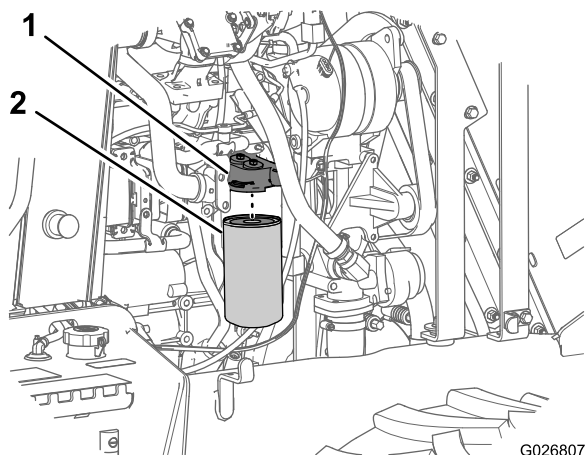

Figura 66
2. Collocate una piccola bacinella di spurgo sotto il filtro dell'olio (Figura 66).
3. Ruotate il filtro dell'olio a sinistra e rimuovetelo (Figura 66).
7. Allineate il nuovo filtro dell'olio con la testa del filtro dell'olio e ruotatelo a destra fino a che la guarnizione del filtro viene a contatto con la testa (Figura 66).
8. Serrate a mano il filtro dell'olio da 3/4 di giro a 1 giro completo aggiuntivo (Figura 66).